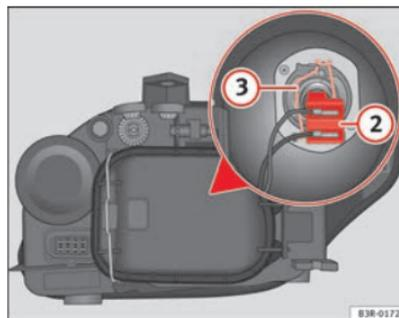

Fig. 195 Médios
- Retire a ligação ⇒ fig. 195 ② da lâmpada, puxando-a.
- Desengate a mola de fixação ⇒ fig. 195 ③ pressionado-a para dentro e para a direita.